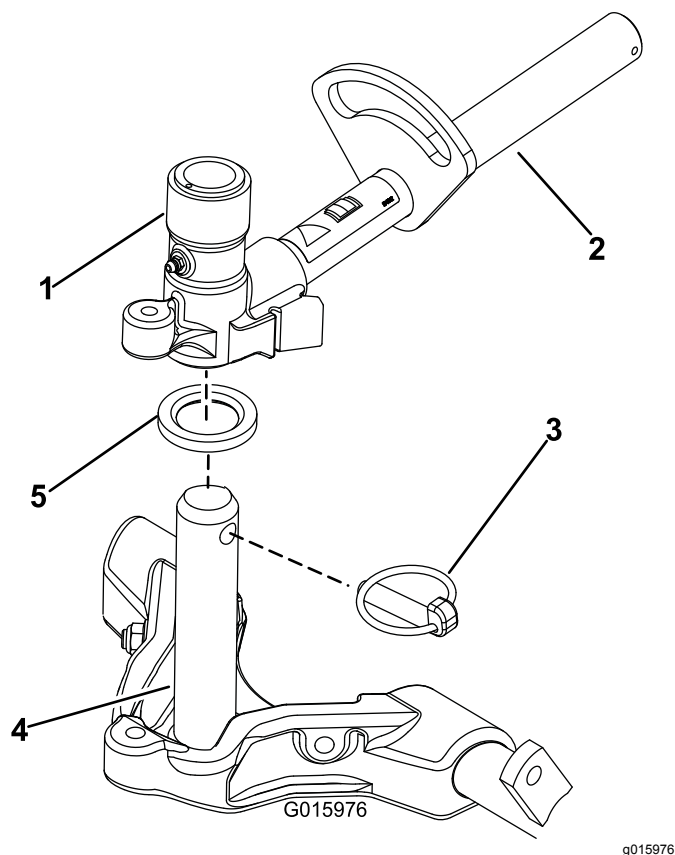

Figure 16
9. Enduisez l'arbre du bâti porteur de graisse propre (Figure 16).
10. Pour les unités de coupe avant, poussez une unité de coupe sous le bras de levage tout en insérant l'arbre du bâti porteur dans la chape de pivot du bras de levage (Figure 16).
11. Fixez l'arbre du bâti porteur à la chape du bras de levage avec la goupille Klik (Figure 16).
- B. Insérez la chape du bras de levage sur l'arbre du bâti porteur (Figure 16).